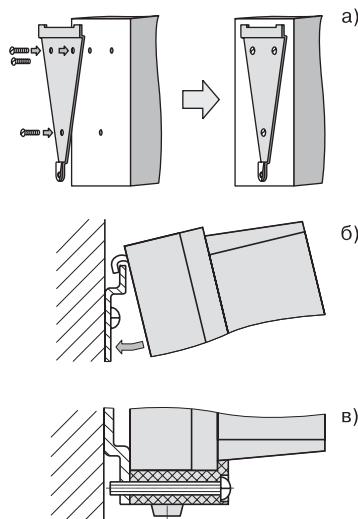

Рис. 14. Установка прибора настенного крепления
1. Закрепите кронштейн тремя винтами М4 на поверхности, предназначенной для установки прибора (см. прил. А и рис. 14, а).
2. Зацепите крепежный уголок на задней стенке прибора за верхнюю кромку кронштейна (рис. 14, б).
3. Прикрепите прибор к кронштейну винтом М4х35 из комплекта поставки (рис. 14, в).